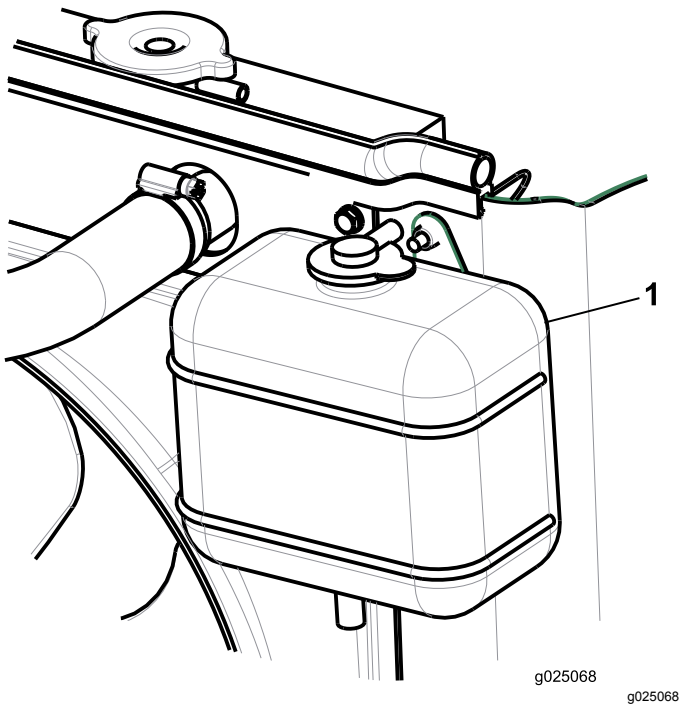

Figura 22
2. Compruebe el nivel de refrigerante en el depósito de expansión (Figura 22).